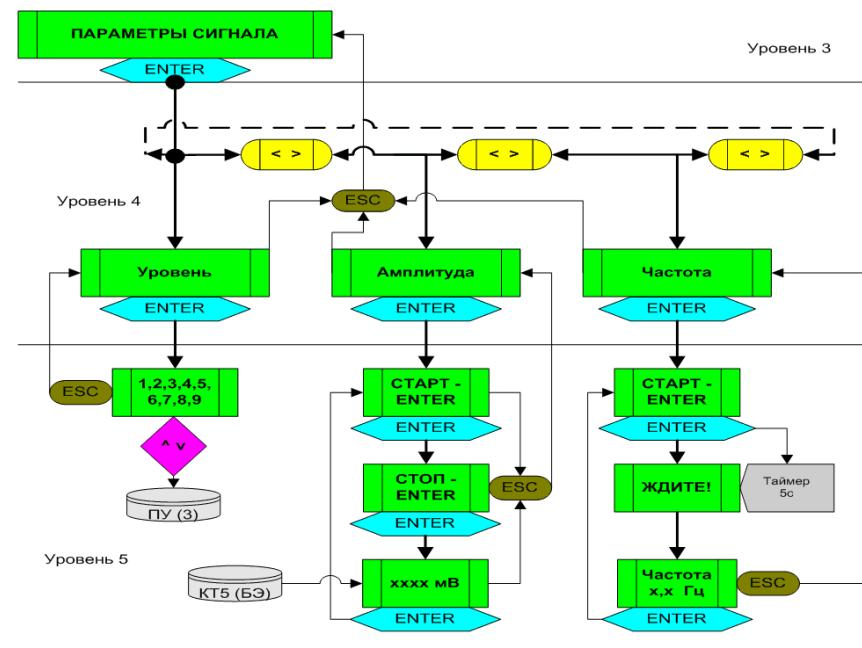

Рис. 3.2. Структурная схема раздела «ПАРАМЕТРЫ СИГНАЛА» системного меню ПУ
3.2.2.4. Раздел «ПАРАМЕТРЫ СИГНАЛА» при нажатии клавиши «ENTER» переходит в 3 подраздела (4-й уровень системного меню): «Уровень», «Амплитуда», «Частота». Переход между подразделами осуществляется с помощью клавиш «→» или «←». Переход на более высокий уровень осуществляется с помощью клавиши «ESC». На рис. 3.2. представлена структурная схема раздела «ПАРАМЕТРЫ СИГНАЛА».
Для измерения резонансной частоты в системном меню (основного уровня) предусмотрен раздел «ПАРАМЕТРЫ СИГНАЛА», в который входят 3 подраздела (рис. 3.2.). Процесс измерения начинается с подраздела «Амплитуда», в котором измеряется амплитуда шума в КТ5 при текущем (штатном) состоянии С3 (в отсутствии воздействий). Затем в подразделе «Уровень» выставляется порог дискриминации значимого сигнала (помехи), превышающий амплитуду шума. И, наконец,
3.2.4.3. В разделе системного меню «ПАРАМЕТРЫ СИГНАЛА» (рис. 3.2.) нажать клавишу «ENTER» и войти в подраздел «Уровень», перейти (с помощью клавиши «→») в подраздел «Амплитуда».